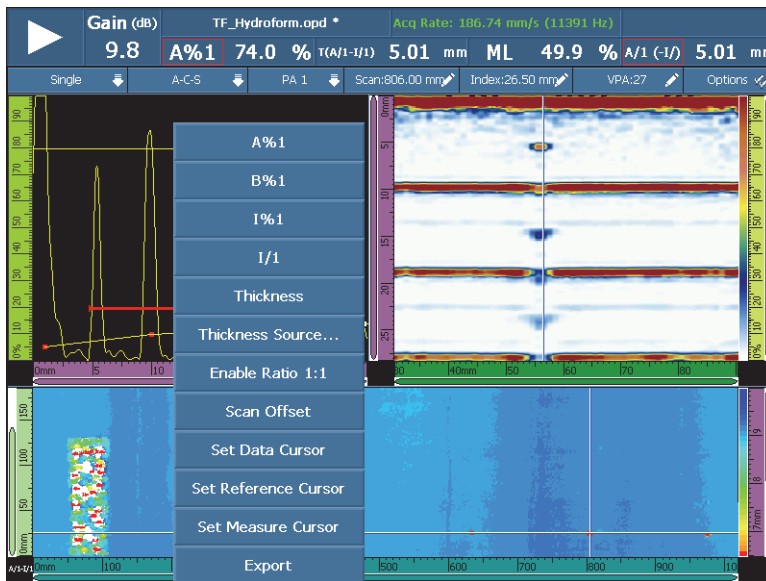

Figura 6-3 Usar a função Exportar C-scan
**Exportar** aparece na parte inferior do menu de atalho (veja Figura 6-3 na página 176).